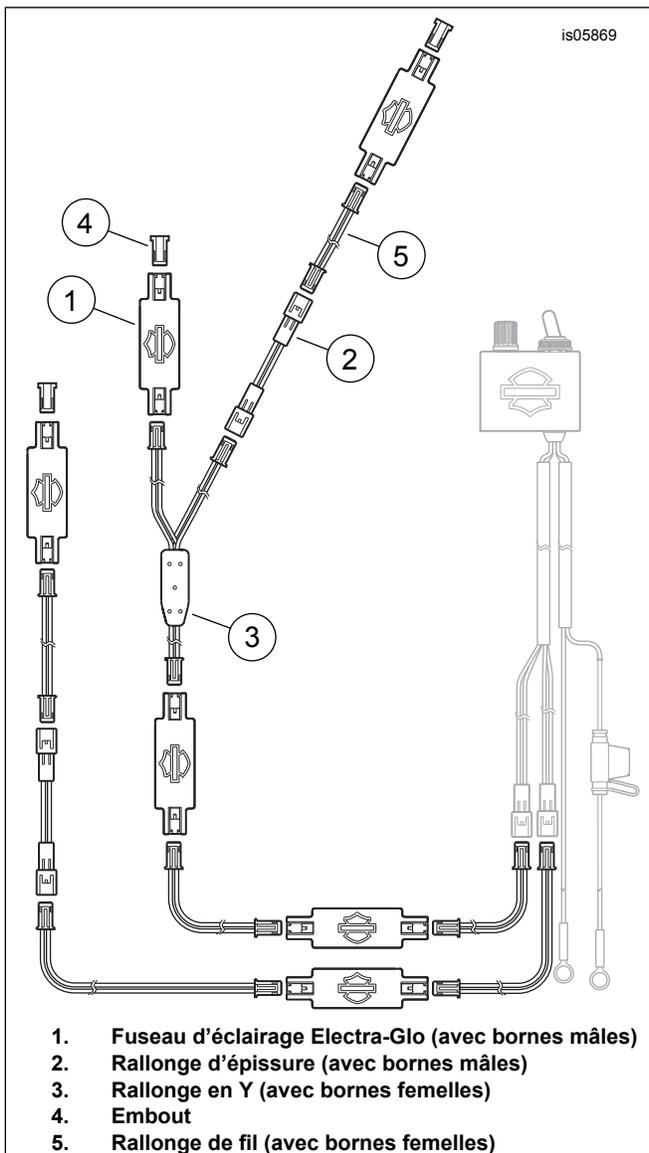

Figure 1. Disposition des fuselages d'éclairage (exemple)
2. Voir Figure 1. Combiner les rallonges de fils (5), les rallonges en Y (3), les rallonges d'épissures (2) et les capuchons d'extrémité (4) comme désiré pour créer un circuit en série avec les fuselages d'éclairage (1) dans les endroits sélectionnés.